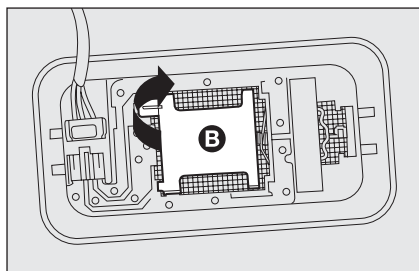

fig. 41
- aprire il coperchietto **B**-fig. 41 come indicato;